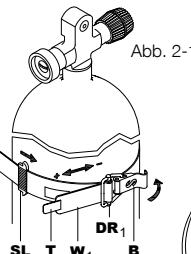
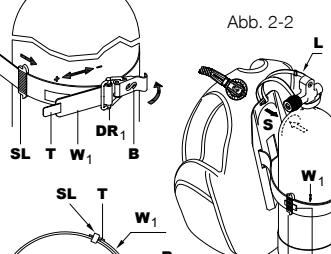
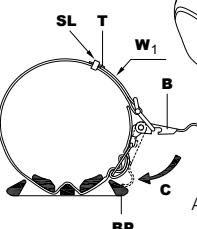

Abb. 2-1
Abb. 2-2
Abb. 2-3
1. Durchnässen Sie das Gewebe des Super Cinch Q.A. Tankbands vor dem Festziehen. Legen Sie das Super Cinch Q.A. (W1) Band (Abb. 2-1) um den Tank und führen Sie das Ende des Edelstahlspannbügels (B) in den trapezförmigen „D“-Ring (DR1) (Abb. 2-1). Richten Sie den Tank so aus, dass die Vertiefung (S) auf der Rückentrage mit der oberen Rundung des Tanks (Abb. 2-2) übereinstimmt und der Hebel (B) nahe der Rückentrage (BP) liegt (Abb. 2-3). Der über den Ventilhals des Tanks gelegte Sicherheitsriemen (L) (Abb. 2-2), am oberen Ende der Rücktrage, verhindert, dass das Gurtsystem der Rückentrage herunterrutscht, während das Super Cinch Q.A. Band eingeführt und festgezogen wird. Nachdem es einmal korrekt eingestellt ist, lässt sich die korrekte Position stets schnell und einfach finden.
2. Schließen Sie den Spannbügel (C) (Abb. 2-3). Wenn das Band zu eng zum Schließen oder zu lose, um den Tank zu halten ist, öffnen Sie den Klettverschluss am Band und passen Sie die Länge des Super Cinch Q.A. Bands (W1) an (Abb. 2-1). Führen Sie für zusätzliche Sicherheit die Schlaufe (SL) (Abb. 2-1) um das Bandende (T). Heben Sie die Einheit mit befestigtem Tank am Griff der Rückentrage hoch und schütteln Sie kräftig, um den sicheren Halt zu prüfen. Versuchen Sie, die Rückentrage am Tank hoch und runter zu schieben. Wenn sie sich verschieben lässt, ist das Band nicht straff genug.